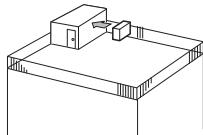

Fig. 2-4
- ① Výstup vzduchu nasmerujte na najbližšiu dostupnú stenu, do vzdialosti približne 35 cm od nej. (Fig. 2-4)